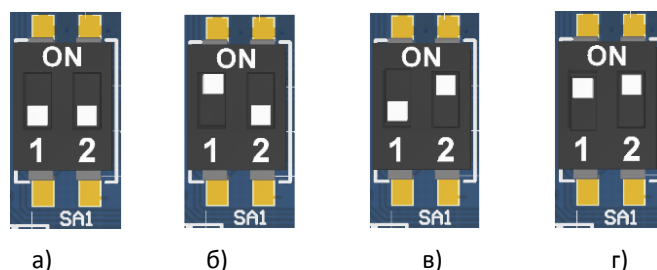

Рисунок 26. Переключатель SA1:
4. Установить тумблер 1 переключателя **SA1** блока управления в положение **BOOT (ON)** (смотрите рисунок 26 пункт б).
10. Выключить изделие. Переставить тумблер 1 переключателя **SA1** блока управления в исходное положение **NORM** (смотрите рисунок 26 пункт а).
- **Только для блока управления AL.P240.40.000 rev. 5.6:** переставить тумблер 2 переключателя **SA1** в положение **ON** (смотрите рисунок 26 пункт в), включить ККТ. При этом будет воспроизведен характерный звуковой сигнал (короткая мелодия).